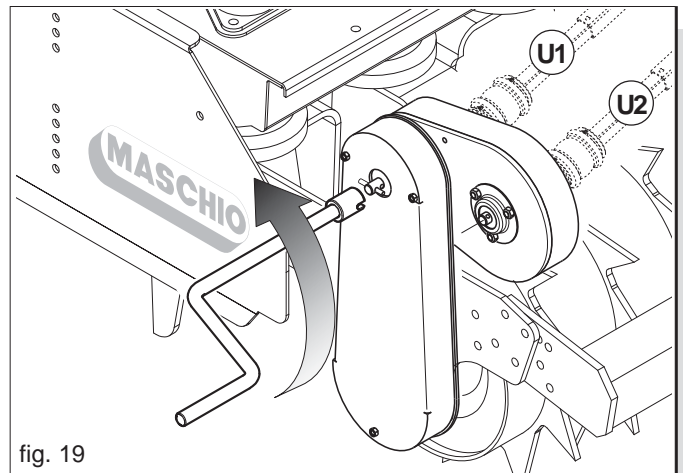

fig. 19
Für eine größere Einstellbreite der pro Hektar ausgestreuten Saatgutmenge (kg/ha) wurde ein Getriebe mit Doppelkupplung für die Antriebsachse entwickelt (U1 und U2, Abb. 19). In der Tabelle sind alle vor Säbegrinn vorzunehmenden Einstellungen aufgeführt:
- Die Kardanwelle des Antriebs auf der Basis der auszustreuenden Saatgutmenge in Position U1 oder Position U2 ankuppeln (siehe Abbildung 19).
- 2) Die Kurbel in die Getriebewelle einsetzen und gegen den Uhrzeigersinn drehen, wie durch den Pfeil auf Abbildung 19 gezeigt.